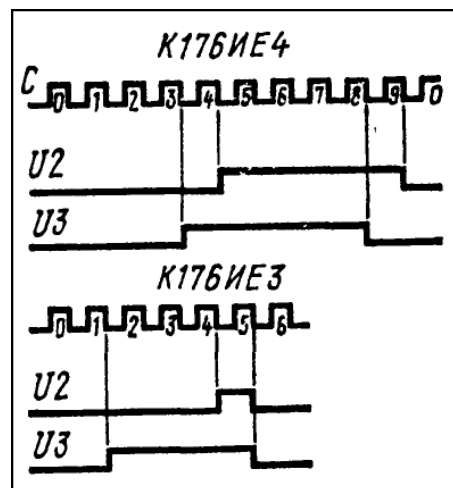
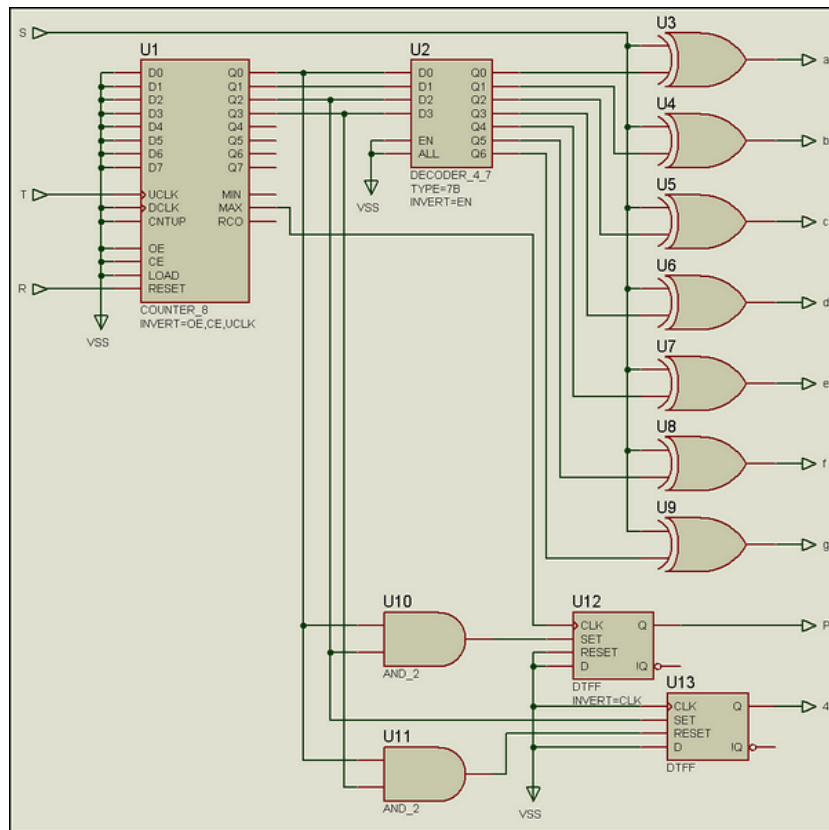

Рис. 101.
Рис. 104.
Обратите внимание, что вместо стандартного обозначения счетного вывода я применил к нему символ "Т". Протеус не приучен различать прописные и строчные буквы, а латинским символом "с" у нас уже обозначен третий выход на семисегментный индикатор. Поэтому пришлось пойти на такую замену. Порывшись в старых справочниках, в книге В. Л. Шило «Популярные цифровые микросхемы» М., Радио и связь, 1989 мне удалось найти временные диаграммы формирования сигналов на выходах Р и 4(2) этих микросхем. Диаграмма приведена на Рис. 101. Соответственно на ней U2 – выходной сигнал на выводе 2 (Р), а U3 – выходной сигнал на выводах 3 счетчиков.
Для лучшего восприятия диаграммы я включил в нее в виде семиразрядной шины сигнал на выходах **a...g**. В данном случае на входе **S** присутствует лог. 0 и код шины соответствует сигналам для индикатора с общим катодом. Все отличие от **4026** в инверсии сигналов на выходах **P** и **4**. Данный вариант модели имеет право на существование, и даже будет корректно работать, поскольку нужные перепады уровней с лог. 0 на лог. 1 после цифры 3 и с лог. 1 на лог. 0 после цифры 9 совпадают во времени с приведенными на диаграмме Рис. 101 сигналами для счетчика **K176IE4**. Но вот длительности этих импульсов оставляют желать.... Попробуем с помощью дополнительных элементов устранить данное несоответствие. Я не стал сильно мудрить и посредством двух дополнительных элементов 2И и триггеров достиг желаемого (Рис. 104).